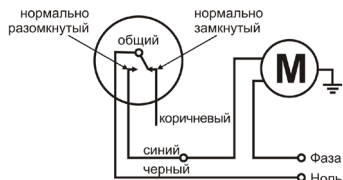
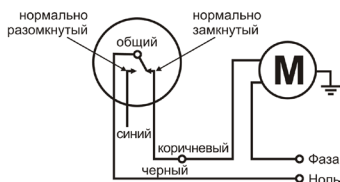

Рис. 2 – Схема подключения на режим наполнения
Рис. 4 – Схема подключения на режим осушения
1.3. Подключите кабель поплавкового выключателя к электронасосу согласно нужной схеме подключения (рис. 2 или рис. 4)
2.1. Подключите синий провод поплавкового выключателя к электронасосу, а черный – к нулю, как показано на рис. 2.
3.1. Подключите коричневый провод поплавкового выключателя к электронасосу, а черный – к нулю, как показано на рис. 4.